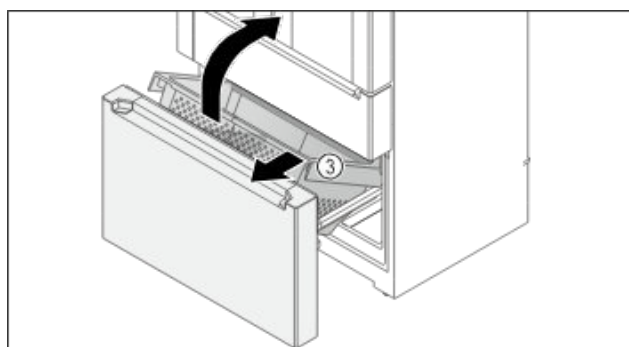

Fig. 152
- ▶ Spremnik Fig. 152 (3) podignite sprijeda.
- ▶ Spremnik Fig. 152 (3) izvadite ukoso prema naprijed.